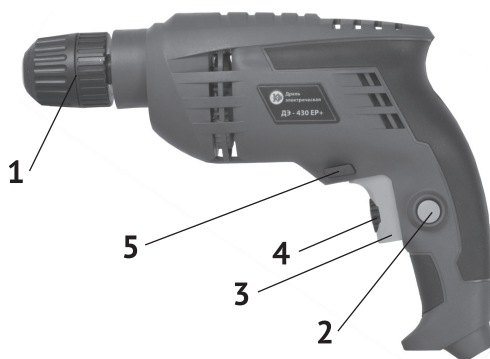

рис. 1
Общий вид дрели схематично представлен на рис. 1
7.1 После установки рабочего инструмента можно приступать к выполнению работ. Дрель имеет возможность регулировки скорости вращения. Скорость вращения плавно регулируется от 0 до максимума регулятором 4 (см. рис. 1).